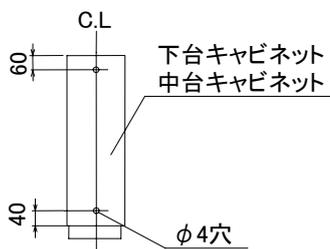

図11-4
- ③ ⑥の作業は不要です。
- ①下台キャビネットの引出を取りはずしてください。
- ②下台キャビネットの天板の所定位置に中台キャビネット連結用の下穴(φ4穴)を加工してください。(図11-4)
- ③中台キャビネットの天板の所定位置に上台キャビネット連結用の下穴(φ4穴)を加工してください。(図11-4)